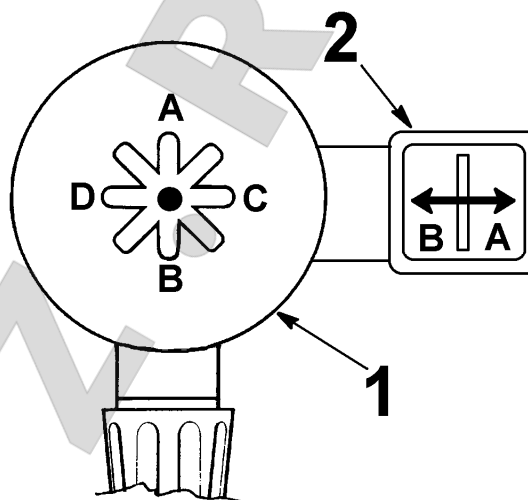

Рис.13
3. Переведите ручку управления (#1 Рис. 13) в положение **А**: рычаг держателя будет двигаться вверх.
Переведите ручку управления (#1 Рис. 13) в положение **В**: рычаг держателя будет двигаться вниз.
4. Переведите ручку управления (#1 Рис. 13) в положение **С**: каретка держателя инструмента будет двигаться вправо.
Переведите ручку управления (#1 Рис. 13) в положение **Д**: каретка держателя инструмента будет двигаться влево.
5. Переведите переключатель (#2 Рис. 13) в положение **А**: рычаг держателя инструмента будет двигаться вправо.